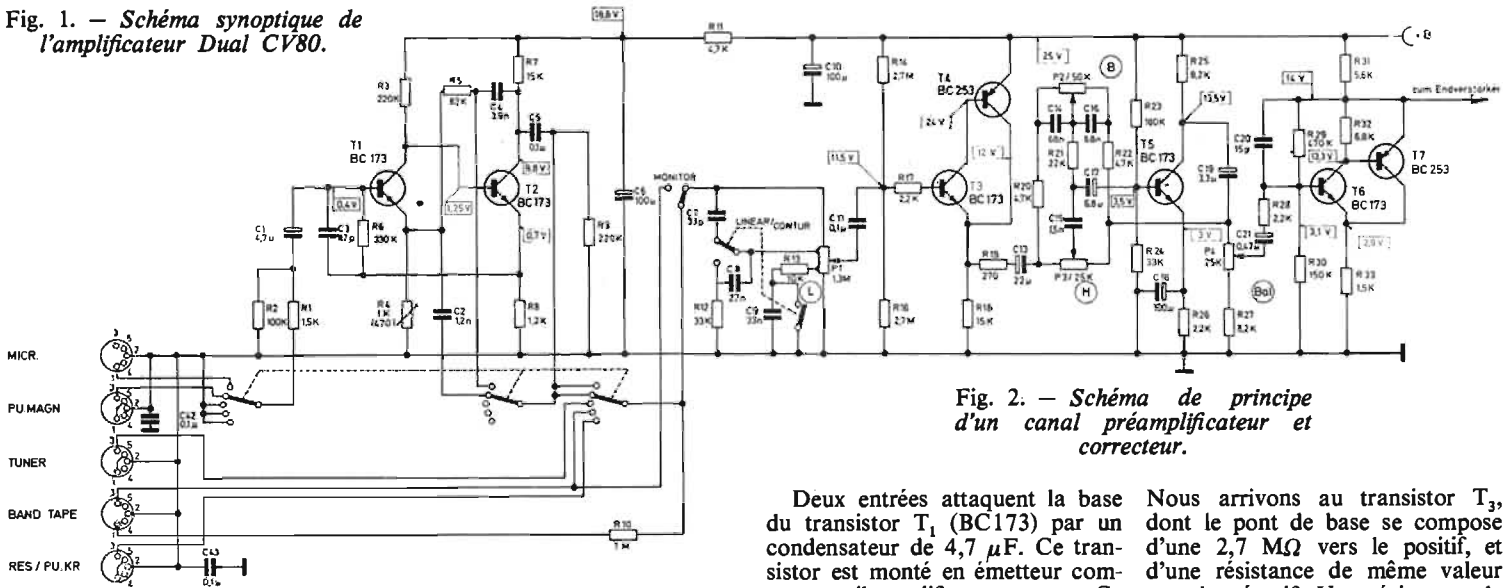

Fig. 2. - Schéma de principe d'un canal préamplificateur et correcteur.
a) **Les étages d'entrée :** Le schéma de l'un de ces circuits est donné en figure 2. On y trouve les étages préamplificateurs, puis les réseaux de correction de fréquences. Toutes les entrées sont stéréophoniques.
Le système de protection ainsi constitué fonctionne de la façon suivante : si le courant est trop intense, la tension naissant aux bornes des résistances de 0,47 Ω insérées dans les émetteurs des transistors de puissance (voir figure 2) est suffisante pour déclencher le thyristor. La tension de référence issue de la BZY62 est alors court-circuitée, et aucune tension ne peut plus apparaître au point C. Cette stabilisation protégée, qui sert aux étages déphaseurs, utilise encore deux diodes (D_1 et D_2) qui sont disposées de telle manière que la gâchette du thyristor ne reçoit jamais que du courant positif. La mention « O.V. » qui est inscrite sur le